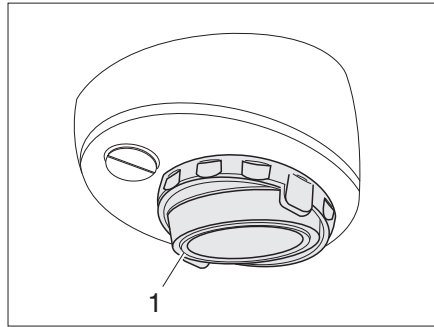
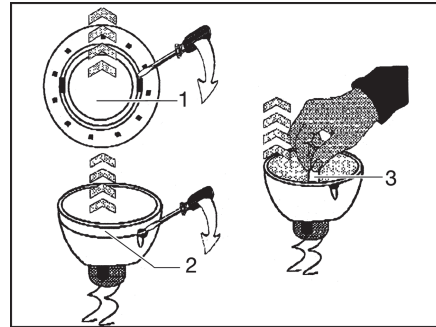

Fig. 169 Lampe halogène rapportée (pivotante)
Fig. 170 Remplacer l'ampoule halogène
- Détacher la bague de recouvrement intérieure (Fig. 169,3 ou Fig. 170,1) du boîtier avec un outil plat approprié (p. ex. tournevis).
- Enlever la bague de recouvrement avec la vitre (Fig. 169,2).
- Retirer l'ampoule halogène (Fig. 170,2).